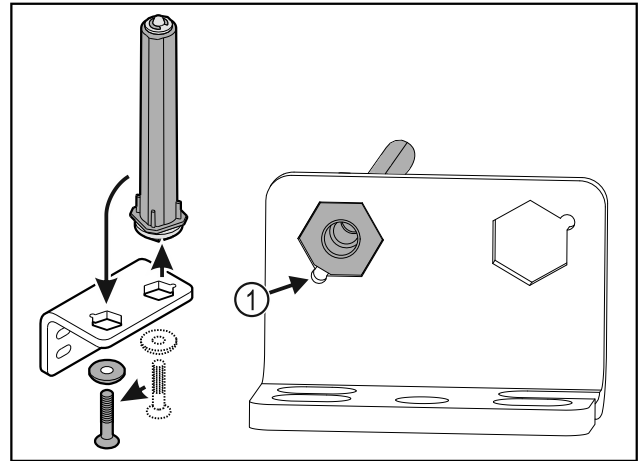

Fig. 35
- ▶ Varmista, että pultin viiste Fig. 35 (1) osoittaa pyöreää aukkoa kohti, kun se asetetaan paikalleen.